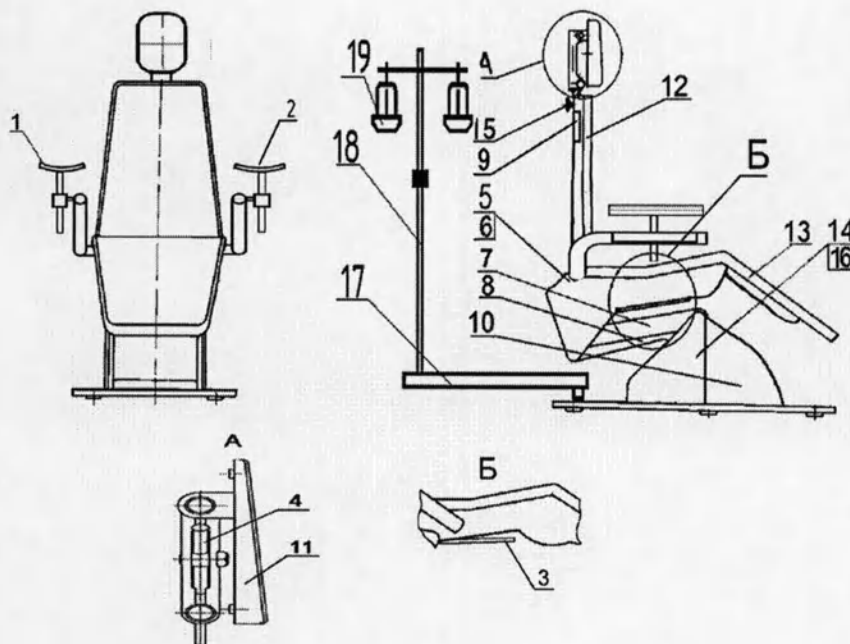
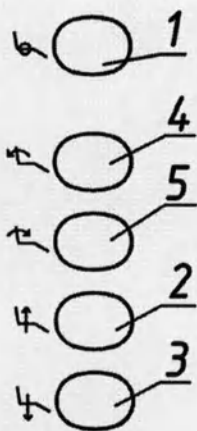

Рис.1
Рис. 4.
1. Рис. 1. Кресло КСЭМ-05-01.
4. Рис. 4. Кресло КСЭМ-05-01. Пульт управления.
| 2.11. Габаритные размеры кресла в нижнем положении сиденья без навесного специального оборудования согласно рис. 1: | |
4.1. Кресло состоит из нижней неподвижной и верхней подвижной части (рис.1).
4.2. Верхняя часть представляет собой корпус 6 (рис. 1) с закрепленным на нем сиденьем 13, спинку 12, подлокотники 1 и 2, подголовник 11. В корпусе 6 (под сиденьем) расположен блок управления 5 с тремя вставками плавкими. Подлокотники 1 и 2 могут быть откинuty назад. Спинка приводится в движение электроприводом М2. Спинка может перемещаться (наклоняться) от вертикального положения до положения по «Тренделенбургу», т.е. ниже горизонтальной оси на угол не менее 8°.
4.3. Для предотвращения травмирования движущимися частями кресла (при автоматическом движении вниз) на нижней части сиденья установлен рычаг 3 (Рис.1), при нажатии, на который происходит остановка движения кресла.
4.4. Подголовник 11 (рис. 1) предназначен для удержания головы пациента в необходимых при лечении положениях. На спинке расположен маховик 15 (рис.1) фиксирования штанги подголовника. При вращении маховика против часовой стрелки штанга освобождается от стопорения и передвигается вверх или вниз относительно спинки, обеспечивая регулировку подголовника по высоте. Фиксирование штанги происходит при вращении маховика по часовой стрелке.
Включение электроприводов кресла осуществляется пультом управления 9 (рис.1) путем нажатия на соответствующую кнопку. При этом подъем сидения кресла осуществляется при нажатии на кнопку 2 (рис.4), опускание - на кнопку 3, опускание спинки - на кнопку 4, ее подъем – на кнопку 5. Возврат кресла в исходное положение осуществляется автоматически после однократного нажатия на кнопку 1.
Для предотвращения травмирования движущимися частями кресла (при автоматическом движении вниз) на нижней части сиденья установлен рычаг 3 (Рис.1), при нажатии, на который происходит остановка движения кресла. Плавкие вставки FU1... FU4 расположены в блоке управления и предназначены для защиты электрических цепей электрооборудования кресла.
5.6. Для экстренной остановки движения верхней части кресла вниз следует приподнять рукой рычаг 3 (Рис.1).
6.4. Включить вилку шнура в сеть. Путем нажатия на кнопку 2 (рис.4) поднять верхнюю часть кресла на максимальную высоту. Нажатием кнопки 4 наклонить спинку.
6.5.2. Из исходного положения с помощью кнопок 2 и 4 (рис. 4) спинка и сиденье кресла устанавливаются в выбранное положение.